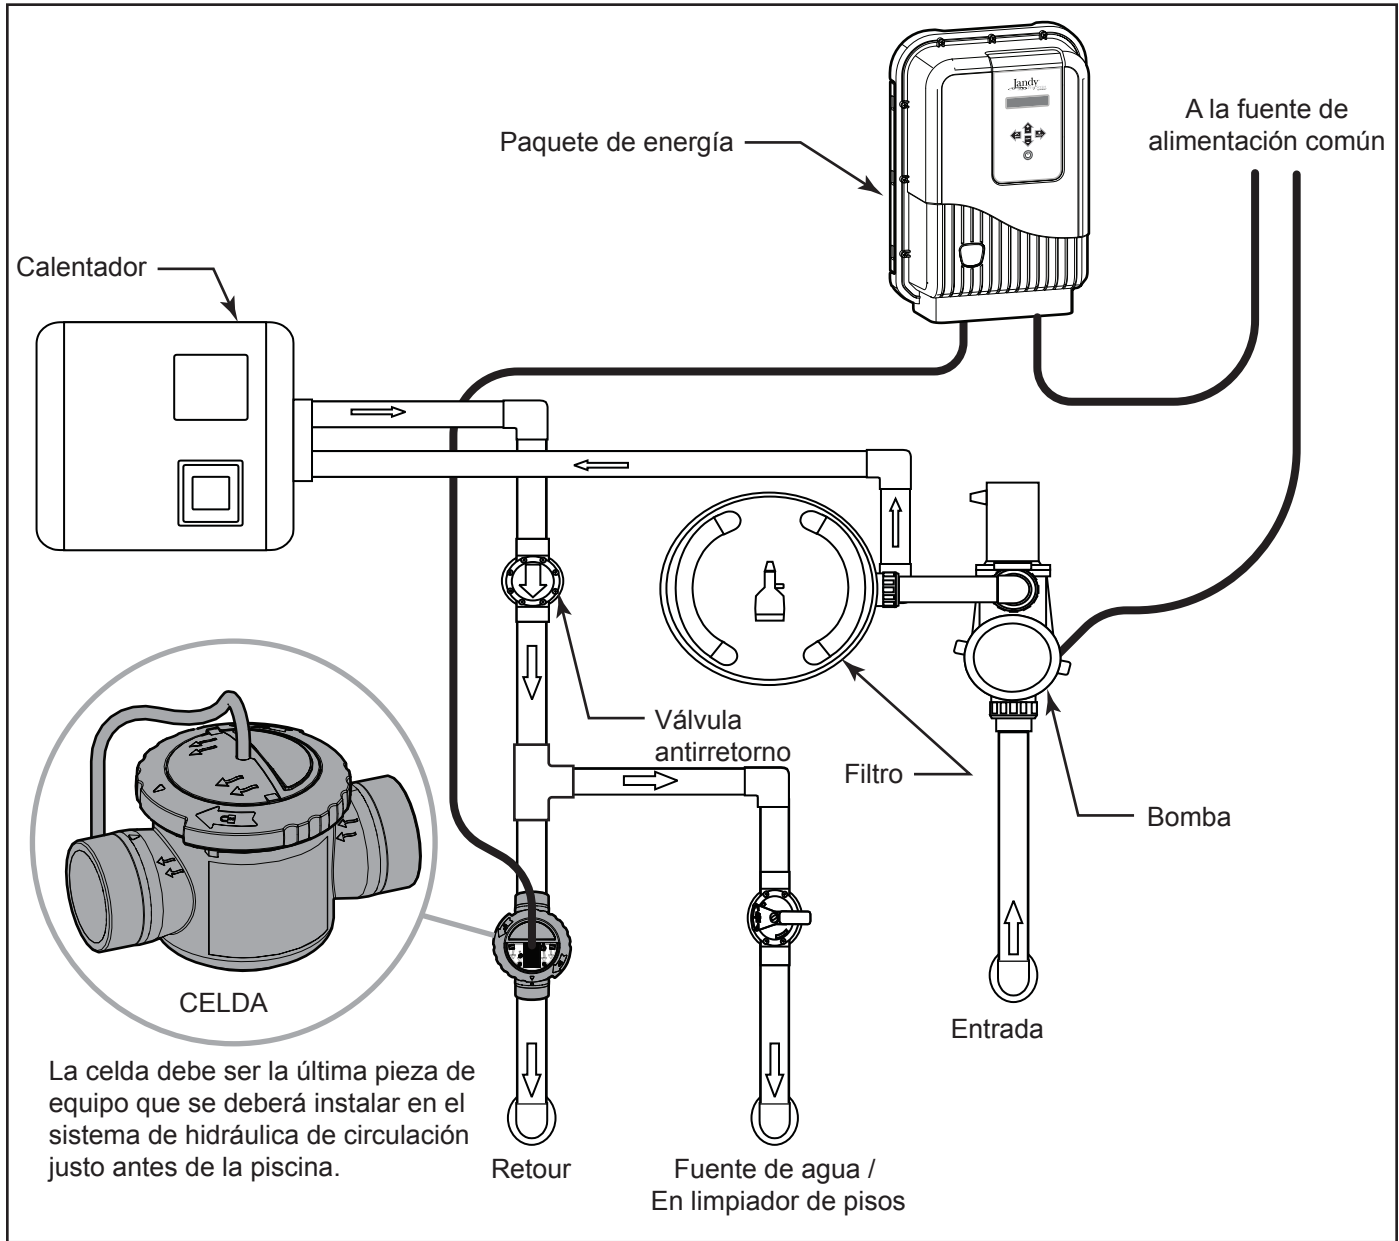

Figura 1. Ejemplo de instalación
**NOTA** Se debe instalar la celda en un tubo con una longitud horizontal de 16 pulgadas (40 cm) después de los calentadores, las bombas y los filtros, como la última pieza de equipo en el sistema de hidráulica de circulación antes de la entrada de la piscina (vea la figura 1).
**NOTA** se debe instalar la celda en un tubo con una longitud horizontal de 16 pulgadas (40cm) después de los calentadores, las bombas y los filtros, como la última pieza de equipo en el sistema de hidráulica de circulación antes de la entrada de la piscina (vea la figura 1).